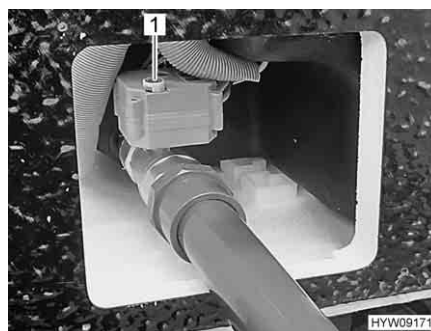

Fig. 215 Azionamento manuale del rubinetto di scolo delle acque grigie
- Per aprire il rubinetto di scolo delle acque grigie sollevare la manovella (Fig. 215,1) e ruotarla in senso antiorario fino a battuta. La direzione di rotazione (O per apertura, S per chiusura) è indicata sulla manovella.
- Per chiudere il rubinetto di scolo delle acque grigie sollevare la manovella (Fig. 215,1) e ruotarla in senso orario fino a battuta.